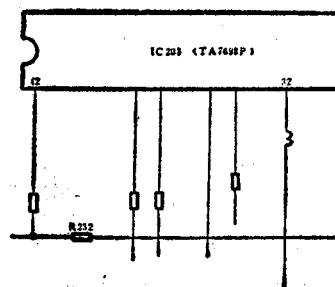

图 1-4
2. 检查扫描电路。测量行输出管Q305集电极有110V电压，测量其基极无负压，说明行激励电路有故障，检查行推动管Q304基极无电压，再测量IC201(TA7698P)第②脚电压也为0V(正常值为0.9V)，说明IC201有故障，测量IC201(见图1-4)第②脚(12V电源供电脚)电压为零。检查R232阻值为无穷大，说明R232已经损坏，再检查D202正反向电阻均为 0Ω 。更换